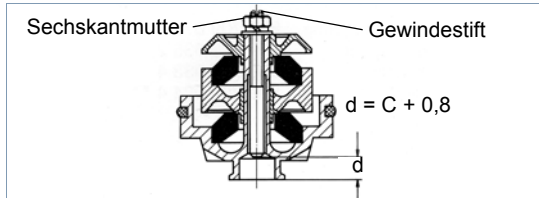

Abb. 5 Maß d (Gerät mit zwei Gummifedern)
- Nach dem Einstellen Gewindestift durch Festdrehen der Sechskantmutter kontern (siehe Abb. 5).
i Die Einstellung bleibt auch bei Geräten mit längerem Abstufungsweg (zwei Gummifedern) die gleiche (siehe Abb. 5).